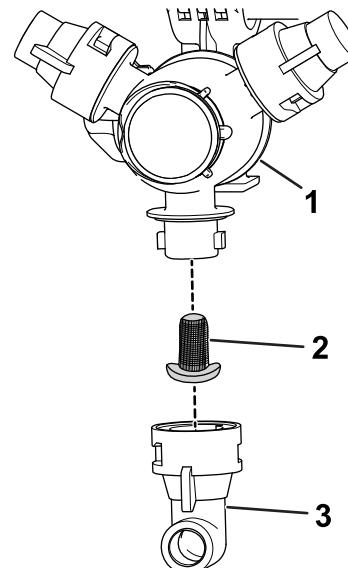

Рисунок 102
- Снимите сопло с поворотной распылительной головки (Рисунок 102).
| | 3. Снимите старый фильтр сопла (Рисунок 102). |
- Снимите старый фильтр сопла (Рисунок 102).
- Установите новый фильтр сопла (Рисунок 102).
- Установите сопло на поворотную распылительную головку (Рисунок 102).